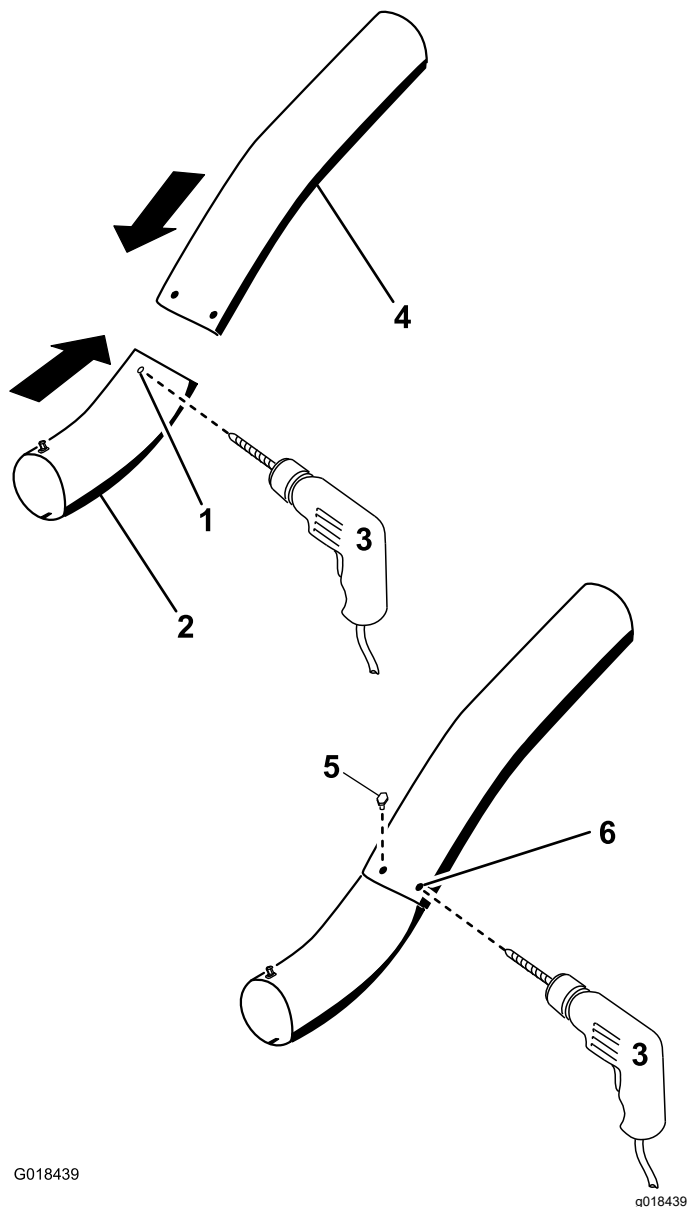

Рисунок 32
12. Используя имеющиеся отверстия в верхней трубке как шаблон, просверлите 2 отверстия диаметром 6,5 мм в местах расположения впадин на нижней трубке (Рисунок 32).
15. Установите шайбы ($\frac{1}{4}$ дюйма) на болты (Рисунок 32).
16. Используя ключ-шестигранник, установите винты ($\frac{1}{4} \times \frac{3}{4}$ дюйма) и шайбы ($\frac{1}{4}$ дюйма) с внутренней стороны нижней трубки и через имеющиеся отверстия в верхней трубке (Рисунок 32).
17. Закрепите трубки вместе с помощью гаек ($\frac{1}{4}$ дюйма), как показано на Рисунок 32.